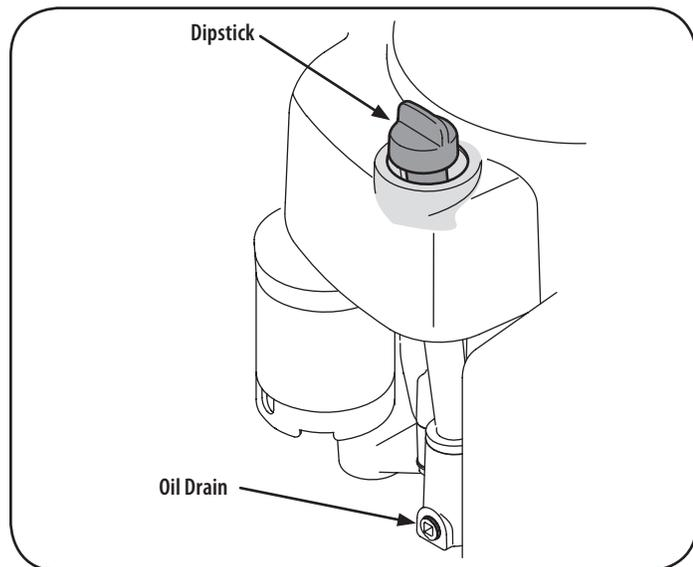

Figure 10
1. Retire la varilla, vea la Figure 10 y limpie con un paño limpio.